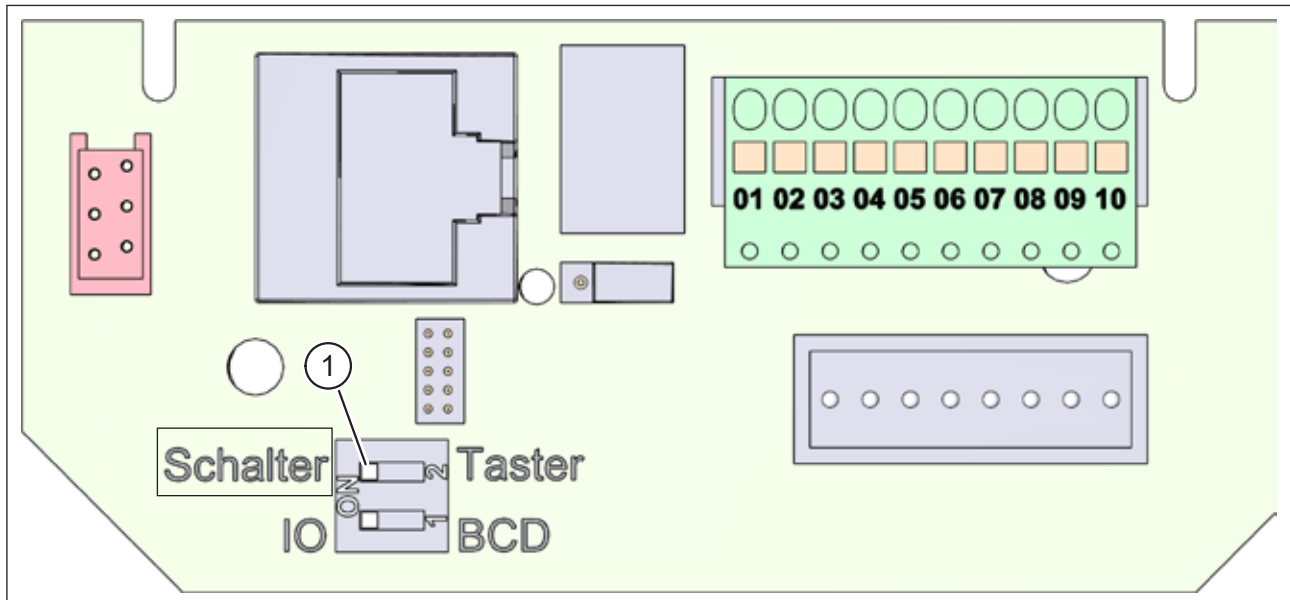

Abb. 36: Anschlussplatine im Lüftungsgerät mit Klemmenbelegung
Werkseitig ist der DIP-Schalter 2 (Pos. 1 in Abb. 36) auf die Stellung „Taster“ gesetzt. In Verbindung mit dem Dreistufen-Drehschalter muss der DIP-Schalter 2 auf die Stellung „Schalter“ gesetzt werden.
- ▶ Setzen Sie den DIP-Schalter 2 der Anschlussplatine auf die Stellung „Schalter“ (siehe Pos. 1 in Abb. 36 auf Seite 54).